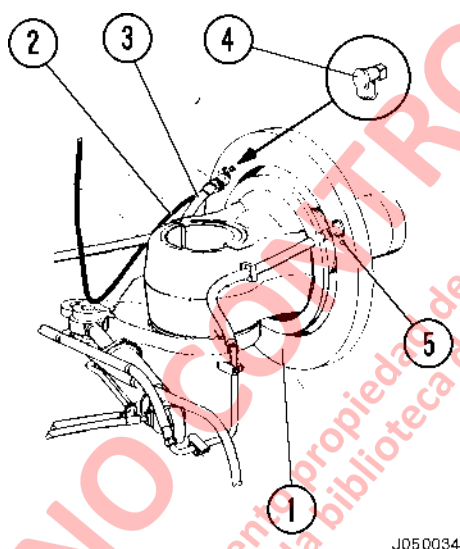

FIGURA 5-3. MONTAJE DEL INDICADOR DE DESGASTE DEL DISCO DE FRENO
4. Saque el tapón del O-Ring de cabeza hexagonal de la puerto (5, Figura 5-3). Rápidamente, inserte la herramienta indicadora de desgaste del freno y apriete firmemente